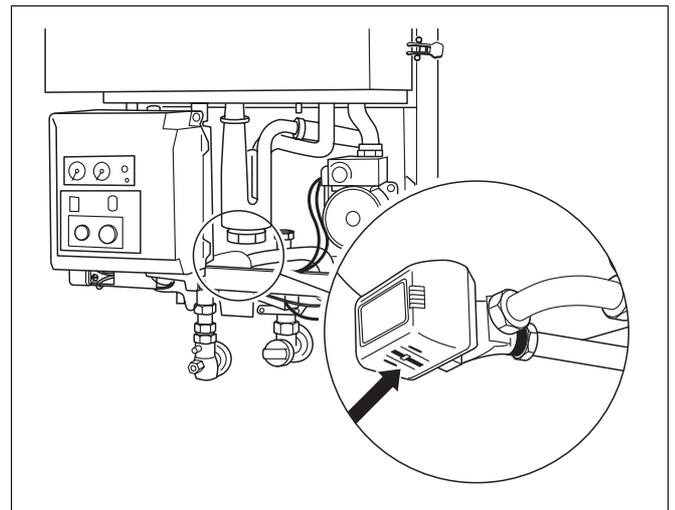

Abb. 12 Dreiwegeventil
- Dreiwegeventil (Abb. 12) in Mittelstellung bringen. Dazu Hebel am Dreiwegeventil mit Schraubenzieher o.ä. nach rechts schieben und eindrücken.